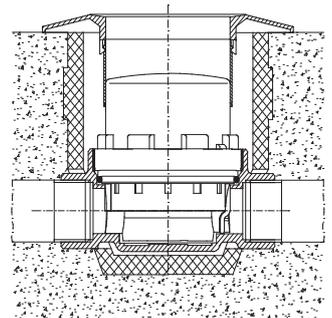

Abb. 2
- 6.20. Rosette (ggf. mit Verlängerungshülsen) wieder auf die Zählwerkshaube bis zum Anschlag an der Wand schieben (siehe Abb. 2).